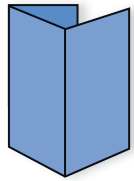

Abb. 1: Wickelfalz
- Gefaltzte Directs müssen gemäss Abb. 1 bis 4 verarbeitet sein